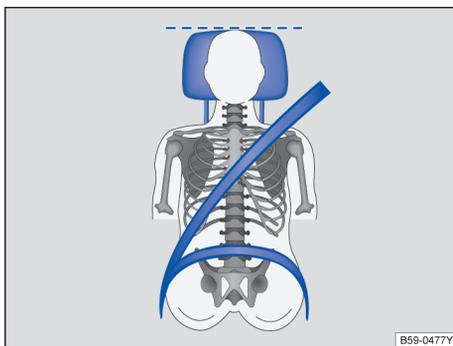

图 21 驾驶员头枕的正确位置
- 调节头枕，使头枕的上沿与您的头顶等高，不可低于眼睛，头部尽可能贴近头枕→图 21。